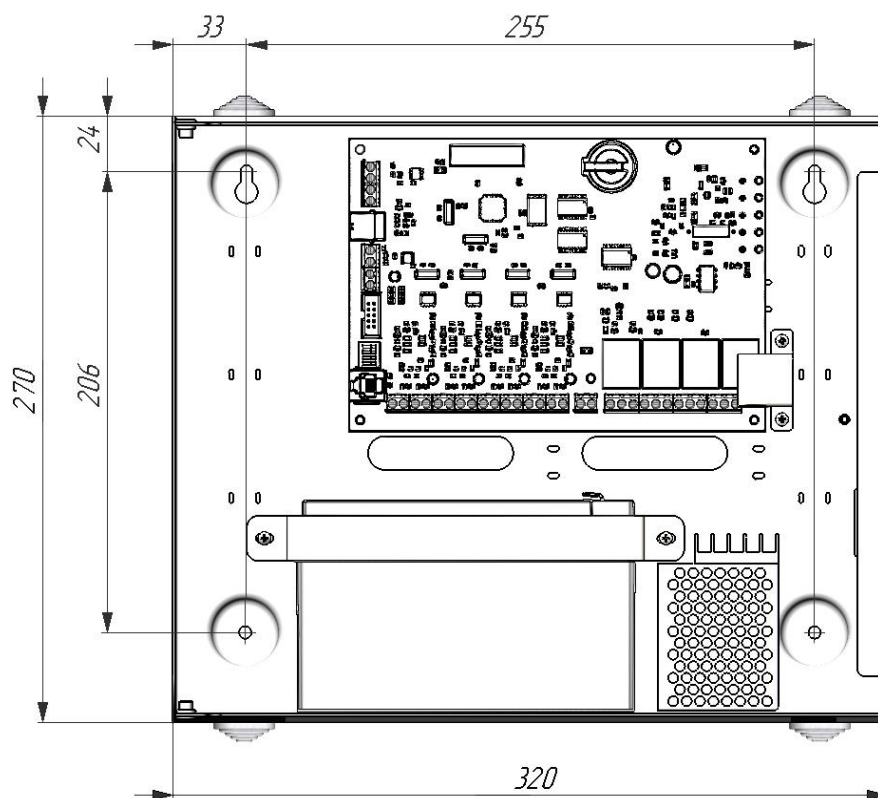

Рис.2. Габаритные и установочные размеры ППКПиУ.
Габаритные и установочные размеры ППКПиУ показаны на рис.2.
3.1.3. На блоке питания ППКПиУ (рис.2) расположены клеммы питания $\approx 220V$ и заземления.